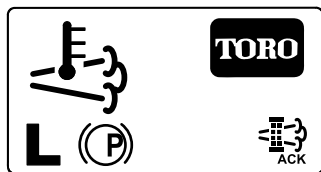

Figura 64
8. L'InfoCenter visualizza la schermata Home e l'icona della rigenerazione (Figura 64) è presente nell'angolo in basso a destra della schermata mentre la rigenerazione procede.